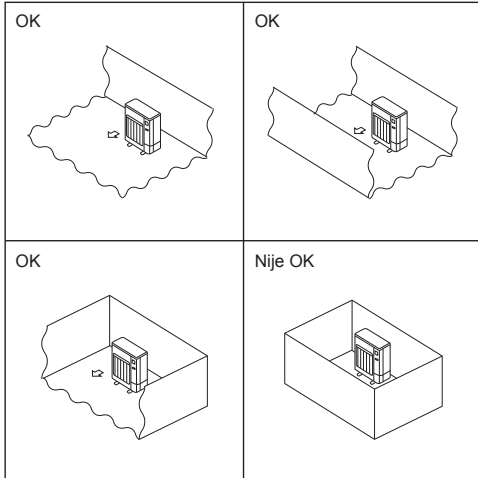

Fig. 2-2
- Ⓓ Postavite spoljne jedinice na mesto na kome je najmanje jedna od četiri stranice otvorena i na dovoljno velikom prostoru bez uvala. (Fig. 2-2)